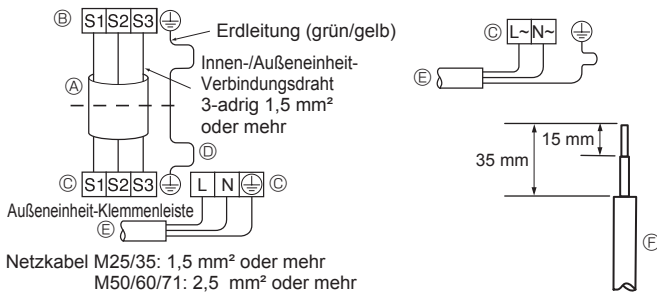
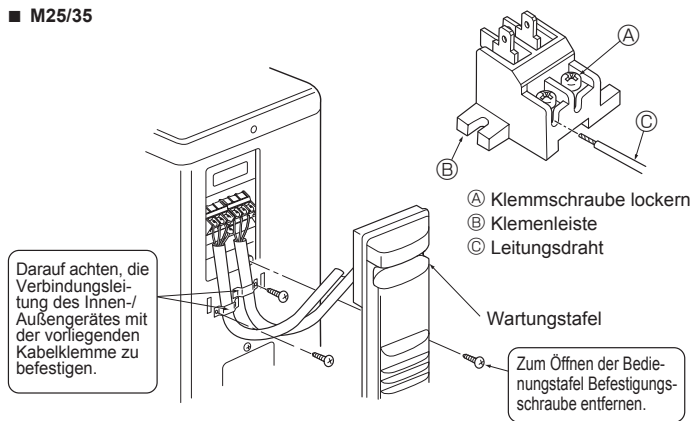
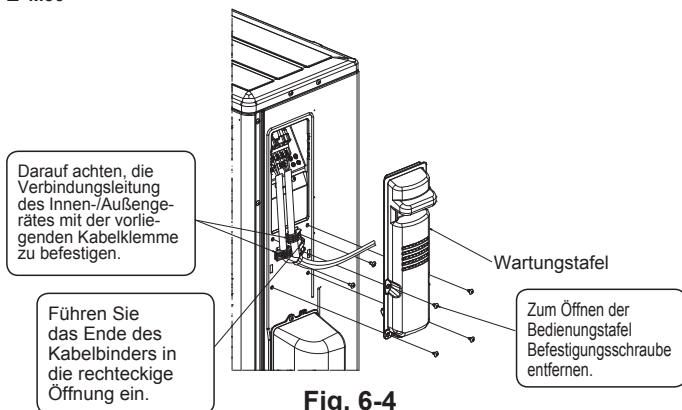

Fig. 6-2
Fig. 6-3
Fig. 6-4
### 6.1. Außeneinheit (Fig. 6-1, Fig. 6-2, Fig. 6-3, Fig. 6-4)
- Verdrahtung wie in der Abbildung links unten dargestellt vornehmen. (Kabel ist vor Ort zu beschaffen) (Fig. 6-2)